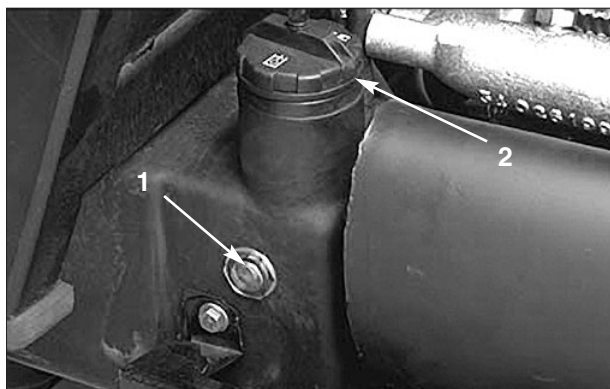

Figure 37
5. Lorsque les plateaux de coupe latéraux sont relevés, le plateau de coupe central est abaissé et l'huile est chaude, observez le niveau dans le viseur (Fig. 37). Si vous ne pouvez pas voir l'huile, faites l'appoint pour amener le niveau au centre du viseur (niveau max.). Pour éviter de remplir excessivement, ne faites pas le plein lorsque l'huile est froide. **NE REMPLISSEZ PAS EXCESSIVEMENT.**